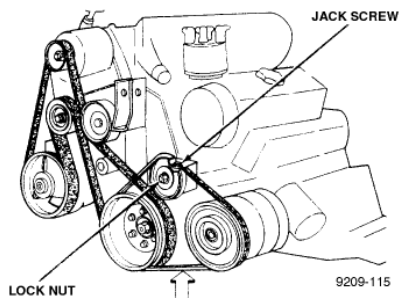

Figure 1
2. If vehicle is equipped with A/C, loosen the A/C idler pulley lock nut, and turn the jack screw counter clockwise (Figure 1). This will move the A/C idler pulley down and loosen the tension on the A/C "V" belt.
4. Take note of the under hood belt routing diagram. If missing, refer to Figure 1.
11. Install double ribbed serpentine belt around each pulley except the "grooved" idler pulley. Now rotate the tensioner in the clockwise (down) direction and slip the belt on to the "grooved" idler pulley. Slowly allow tensioner to move in the counter clockwise (up) direction until the belt is tensioned. **Note: Refer to Figure 1 or under hood sticker for proper belt routing. Check and ensure that all belt ribs are properly seated in the pulley grooves.**
12. Install A/C "V" belt over crank, A/C pulley and adjustable idler (Figure 1). Using the A/C idler jack screw, tension A/C belt as per manufactures recommendations.
Belt deflection (measured between the Crank and A/C pulley (see arrow Figure1)) under a 10 pound load, should be ¼ - ½".
13. Once the A/C belt is tensioned, tighten the A/C idler pulley lock nut to 40 ft lbs/54Nm (Figure 1).
2. Si le véhicule est doté d'un climatiseur, desserrer l'écrou de blocage de la poulie folle du climatiseur, et faire tourner la vis de réglage de la tension dans le sens anti-horaire (figure 1). Ceci permet l'abaissement de la poulie folle du climatiseur et la réduction de la tension de la courroie du climatiseur.
4. Prendre note du placement de la courroie d'origine (schéma de placement, sous le capot). Si le schéma de placement est manquant, voir la figure 1.
10. Placer la courroie serpentine nervurée sur les poulies selon la configuration initiale, sauf sur la poulie de poulie folle rainurée. Faire tourner le tendeur dans le sens horaire (abaissement), et engager la courroie sur la poulie de poulie folle rainurée. Laisser pivoter doucement le tendeur dans le sens anti-horaire (montée), pour le tensionnement de la courroie. **Note : Vérifier le placement correct de la courroie sur les poulies conformément aux indications de la figure 1 ou du schéma de placement (sous le capot). Vérifier que les nervures de la courroie sont correctement placées dans les rainures de chaque poulie.**
11. Installer la courroie du climatiseur sur ses poulies (vilebrequin, climatiseur, et poulie folle réglable) – voir la figure 1. Utiliser la vis de réglage de la poulie folle du climatiseur pour régler la tension de la courroie du climatiseur, selon la recommandation du constructeur.
12. Après le tensionnement correct de la courroie de climatiseur, serrer l'écrou de blocage de la poulie folle au couple de 40 lb.pi (54 N.m) – voir la figure 1.